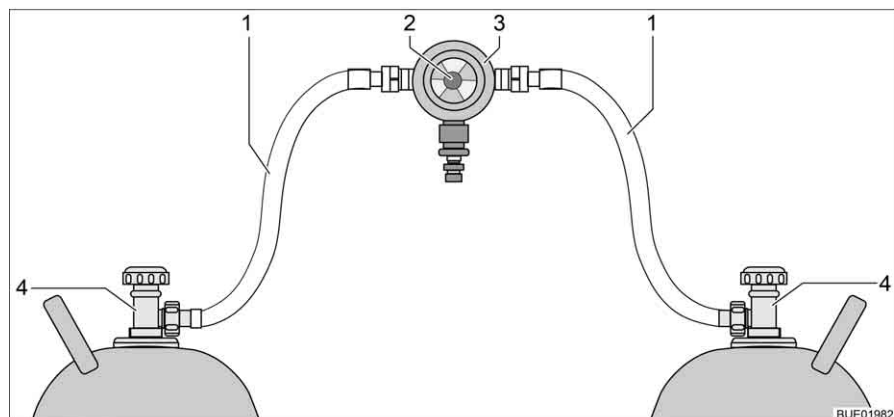
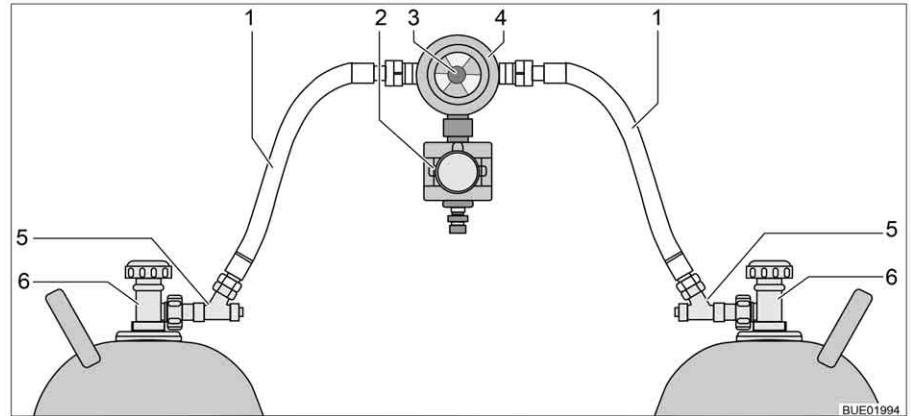

Fig. 158 Impianto di commutazione per bombole del gas
Fig. 159 Impianto di commutazione per bombole del gas con CPU
L'impianto di commutazione per bombole del gas è formato da un regolatore di pressione del gas combinato con valvola di commutazione e indicazione (Fig. 158,3). L'impianto di commutazione per bombole del gas è montato tra i due tubi del gas (Fig. 158,1).
L'impianto di commutazione per bombole del gas è formato da un regolatore di pressione del gas combinato con valvola di commutazione e indicazione (Fig. 159,4) e una elettrovalvola (Fig. 159,2). In caso di frenata brusca, incidente o inclinazione straordinaria, l'elettrovalvola blocca l'alimentazione del gas al veicolo. L'impianto di commutazione per bombole del gas è montato tra i due tubi del gas (Fig. 159,1) con dispositivi antirottura del tubo flessibile (Fig. 159,5).
Con la manopola (Fig. 158,2 o Fig. 159,3) sull'impianto di commutazione per bombole del gas è possibile stabilire quale delle bombole del gas viene utilizzata come bombola in uso e quale come bombola di riserva.
Sulla centralina di controllo (Fig. 160) possono venire azionate solo le funzioni elettriche. Le valvole principali di arresto delle bombole del gas (Fig. 158,4 o Fig. 159,6) devono essere aperte manualmente.
- Aprire le valvole principali di arresto delle bombole del gas (Fig. 158,4 o Fig. 159,6).
- Premere i dispositivi antirottura del tubo flessibile (Fig. 159,5) uno dopo l'altro per 10 secondi.
- Con la manopola (Fig. 158,2 o Fig. 159,3) sull'impianto di commutazione selezionare la bombola del gas, da cui deve provenire la principale alimentazione del gas (bombola in uso). Girare la manopola fino all'arresto.
- Chiudere le valvole principali di arresto delle bombole del gas (Fig. 158,4 o Fig. 159,6).